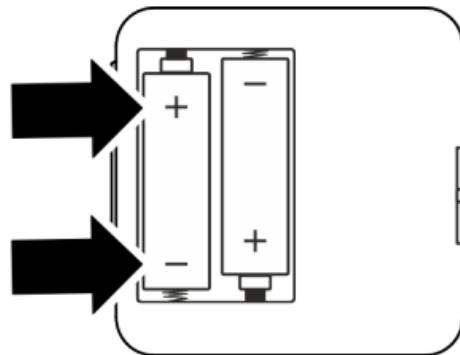

Fig. 5: Colocar la pila
6. Coloque 2 pilas alcalinas de 1,5 V AA LR6 con la polaridad correcta (Fig. 5) en la tapa de la carcasa.
8. Coloque 2 pilas alcalinas de 1,5 V AA LR6 con la polaridad correcta (Fig. 5) en la tapa de la carcasa.